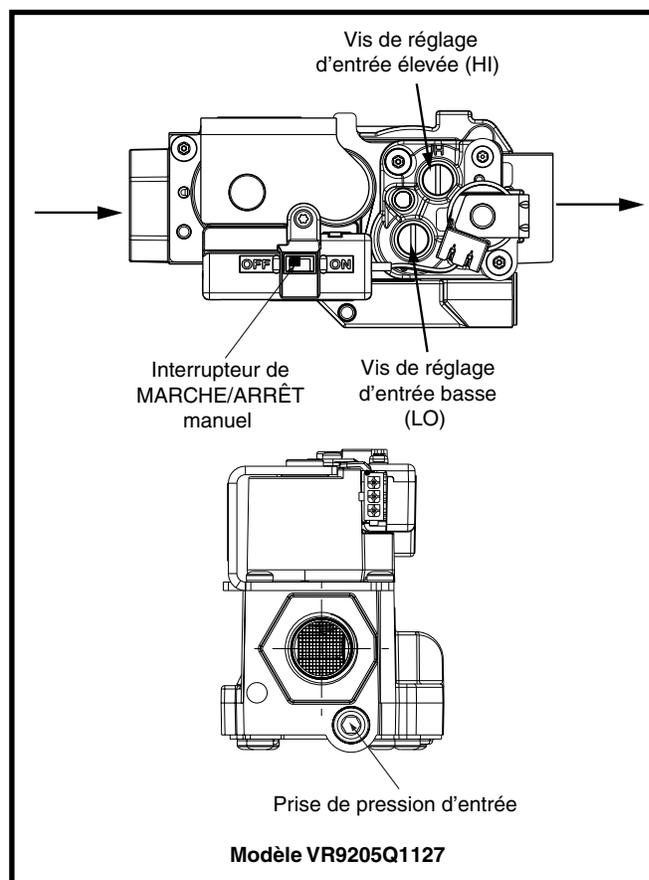

Figure 21. Vanne à gaz
- Retirez le bouchon de régulateur du côté ENTRÉE du régulateur. Voyez la Figure 21.
3. Tournez l'interrupteur manuel position « OFF » (arrêt). Voyez la Figure 21 \(page 24\).